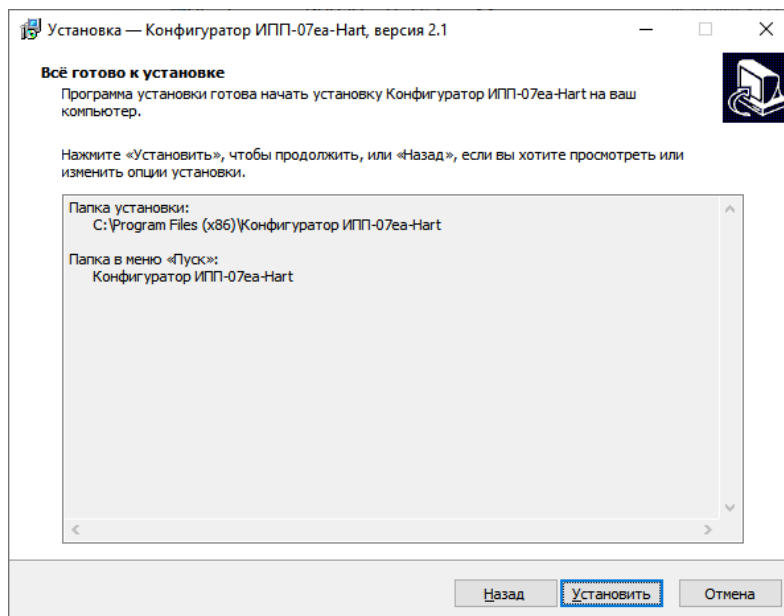

Рисунок 1.4 – Окно «Все готово к установке»
4) В окне «Все готово к установке» (Рисунок 1.4) необходимо еще раз проверить путь для установки программы и наименование создаваемой папки в меню «Пуск» и нажать кнопку «Установить».